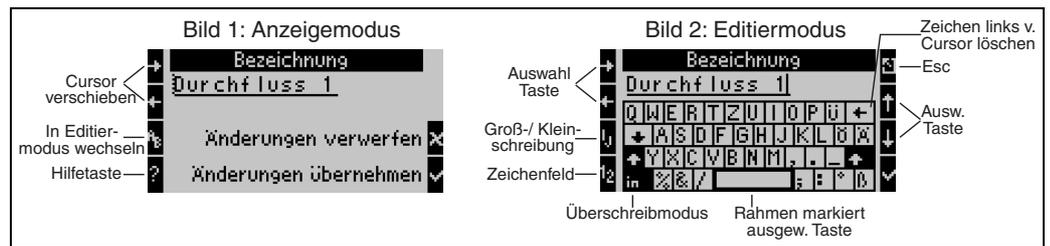

Abb. 18: Bsp.: Editieren einer Bezeichnung mit Palmtastatur
1. Mit Pfeiltasten Cursor rechts vor das Zeichen bewegen, vor dem ein Zeichen eingefügt werden soll. Falls der gesamte Text gelöscht und neu geschrieben werden soll, Cursor ganz nach rechts verschieben. (s. Abb. 18, Bild 1)
3. Mit ij/IJ und ½ Taste Tastenfeld mit Groß-/Kleinbuchstaben oder Zahlen wählen. (s. Abb. 18, Bild 2)
4. Mit Pfeiltasten gewünschte Taste auswählen und mit dem Haken bestätigen. Falls Sie Text löschen wollen, Taste ganz rechts oben wählen. (s. Abb. 18, Bild 2)
6. Esc-Taste drücken, um von Editiermodus in den Anzeigemodus zu wechseln und Änderung mit Haken Taste übernehmen. (s. Abb. 18, Bild1)
- Im Editiermodus (s. Abb. 18, Bild 2) lässt sich der Cursor nicht bewegen! Wechseln Sie mit der Esc-Taste ins vorhergehende Fenster (s. Abb. 18, Bild 1) um den Cursor auf das Zeichen zu ziehen, welches geändert werden soll. Dann wieder AB Taste betätigen.